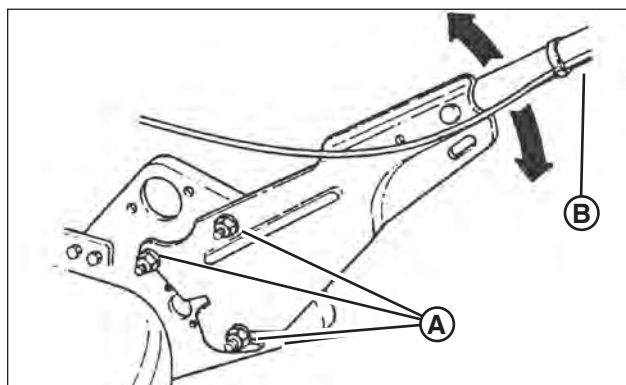

Figure 5 : Réglage de la hauteur du guidon
1. Desserrer les écrous du bas (A, Figure 5) sur chaque guidon.
2. Déplacer le guidon (B) vers le haut ou vers le bas jusqu'à ce que la position désirée soit atteinte..